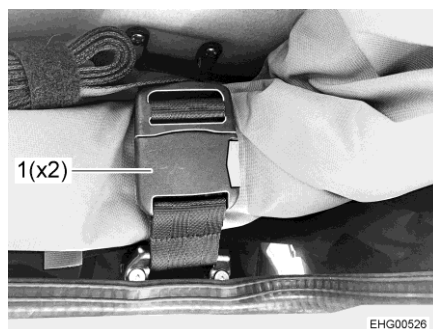

Fig. 47 Fibbia
- Aprire le due fibbie (Fig. 47,1).